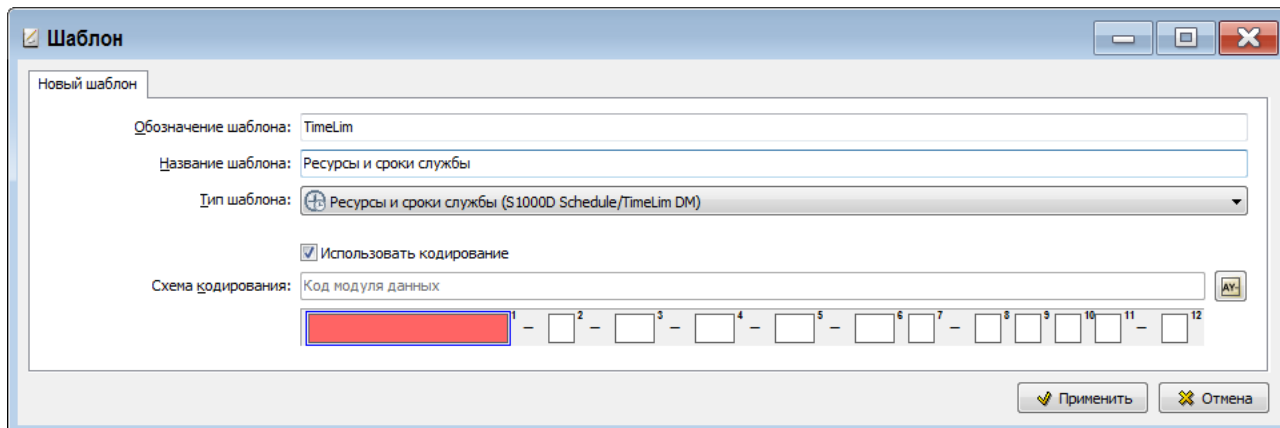

Рис. 3.45
2. В диалоговом окне **Шаблон** введите обозначение шаблона – «TimeLim» и название – «Ресурсы и сроки службы» (Рис. 3.45).
- Укажите тип шаблона «Ресурсы и сроки службы (S1000D Schedule/TimeLim DM)» (Рис. 3.45).